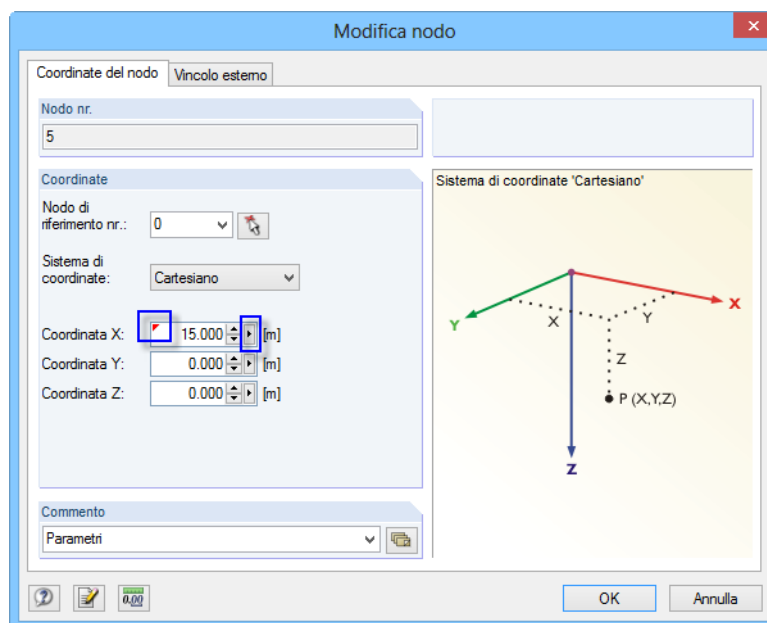

Figura 11.135: Finestra di dialogo con la formula collegata e il pulsante della funzione
- utilizzare i pulsanti della funzione vicina ai campi di immissione nelle finestre di dialogo (si veda Figura 11.135).